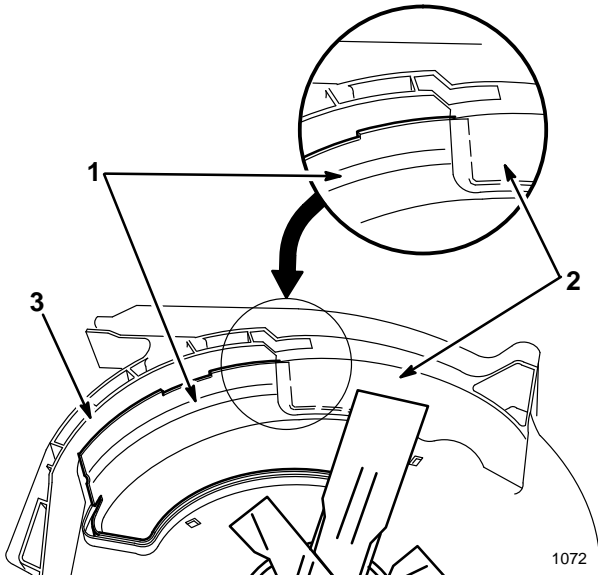

Figure 39
8. Contrôler la distance entre les bouts de la lame et la garde de l'éjecteur pour s'assurer que la lame ne touche pas la garde (Fig. 39).
Remarque : La garde de l'éjecteur doit se placer derrière la garde avant du plateau et entre la lame et le protège-pied, pour ne pas toucher la lame (Fig. 39).
9. Contrôler la distance entre les bouts de la lame et la garde de la plaque de paillage pour s'assurer que la lame ne touche pas la garde (Fig. 39).
Remarque : La garde de la plaque de paillage doit se placer derrière la garde avant du plateau et entre la lame et le protège-pied, pour ne pas toucher la lame (Fig. 39).
10. Reconnecter la bougie (Fig. 39).